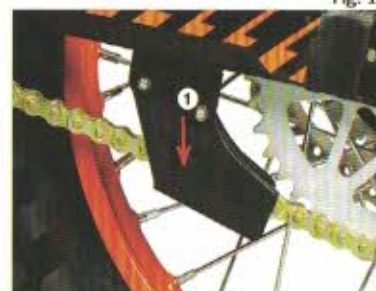

Fig. 2
1. Проверка направляющего ползуна **1** Рис. 2 - состояние износа.